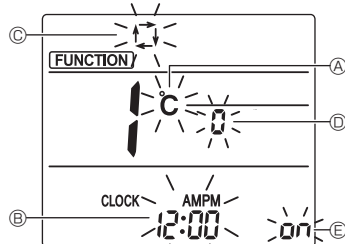

Fig. 6-10
| Element         | Innstilling                         | Fig. 6-10 |
3. Kontroller at funksjonsnr. "1" vises, og trykk deretter på SET-knappen 3. Skjerminnstillingsskjermen vises. (Fig. 6-10)